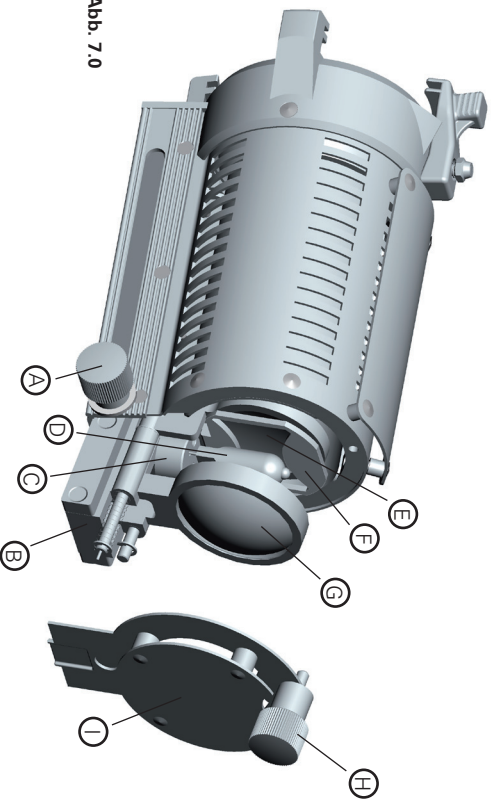

Abb. 7.0
- 7.3 Fokussierknopf (A) lösen (ca. 1/2 Umdrehung gegen den Uhrzeigersinn) und Lampenschlitten (B) nach rückwärts schieben, bis der Schlitten hinten aus dem Leuchtengehäuse herausragt (wie in der Abbildung (Abb. 7.0) gezeigt). Fokussierknopf wieder fixieren.